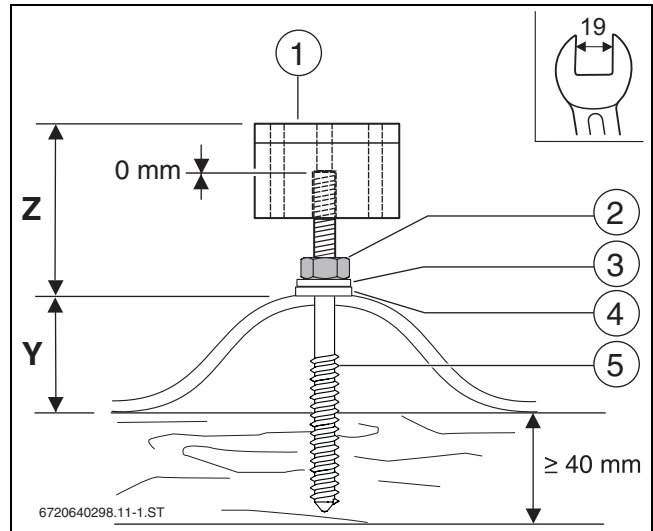

Bild 29 Montierte Stockschraube mit Haltebock
- Vormontierte Stockschraube mit Schraubenschlüssel SW19 so weit eindrehen, bis Maß Z (→ Tab. 13) erreicht ist (→ Bild 29).
- Mutter (→ Bild 29 [2]) so weit festdrehen, bis die Dichtscheibe vollständig auf der Wellplatte aufliegt.